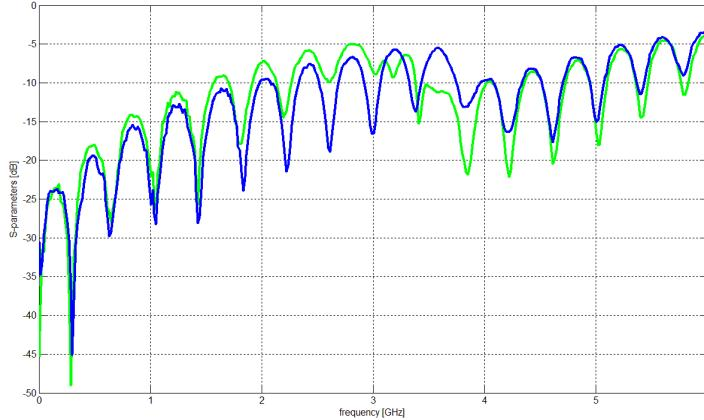

Figura 10: Comparación para líneas de igual características en diseño.
1. Grafique en Matlab los mismos parámetros de dispersión para las dos líneas iguales en impedancia y longitud. Por ejemplo, en la figura 10 se muestra el gráfico de los parámetros S_{11} de las dos líneas largas: de $Z_0=50$. Para este paso, utilice la función “Sparameters_Graph” ó “Sparameters_Graph_AWR” (Opcional) ó AWR. Anote sus observaciones para su posterior análisis.